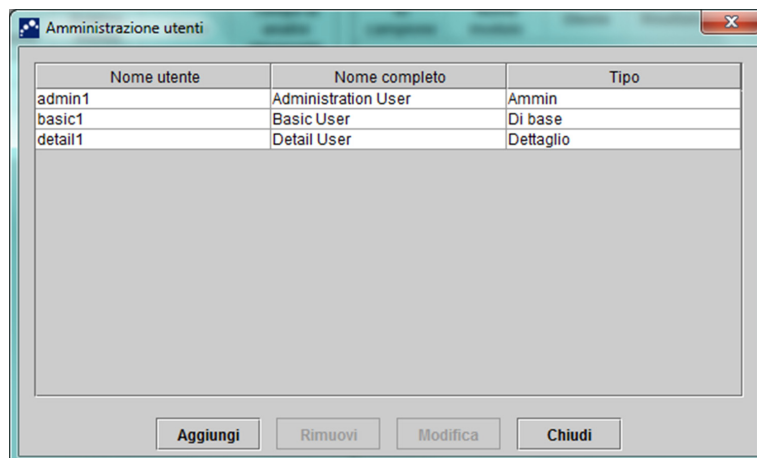

Figura 2-74. Finestra di dialogo Amministrazione utenti
1. Nella finestra GeneXpert Dx System (vedere la Figura 2-56), fare clic su **Amministrazione utenti** nel menu **Configurazione**. Verrà visualizzata la finestra di dialogo Amministrazione utenti. Vedere la Figura 2-74.